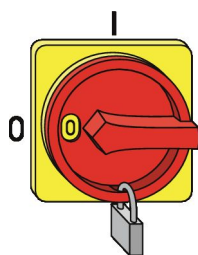

Fig. 5 : Protection de l'interrupteur-sectionneur rotatif principal
2. ▶ Protéger l'interrupteur-sectionneur rotatif principal à l'aide d'un cadenas (Fig. 5).